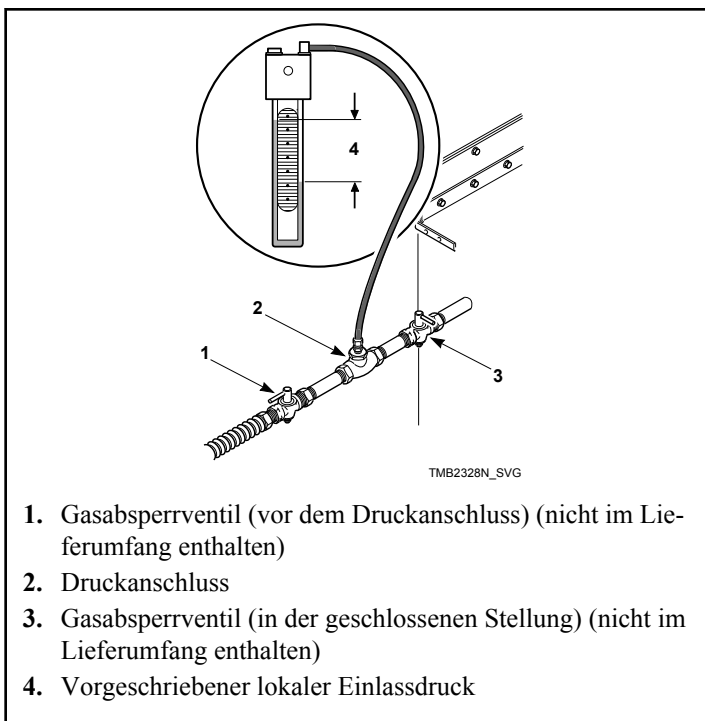

Abbildung 15
1. Die Stromversorgung des Trockners trennen. Das Gasabsperrventil des Trockners schließen. Siehe *Abbildung 15*.